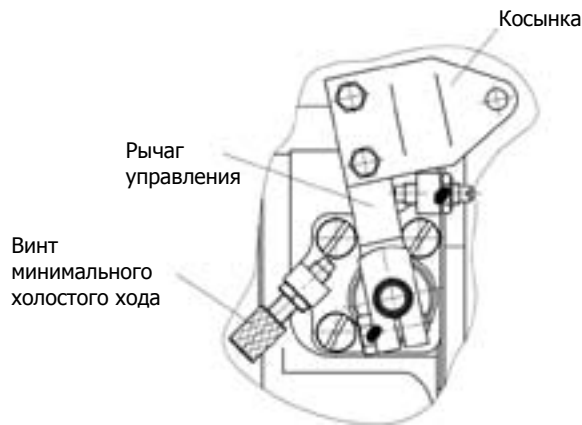

Рис. 10
3.4. Косынку рычага управления со снятого насоса переставить на новый насос (см. рис. 10), закрепив ее 2-мя болтами.
6.5. Винтом минимального холостого хода (рис.10) отрегулировать устойчивую работу двигателя (при необходимости).